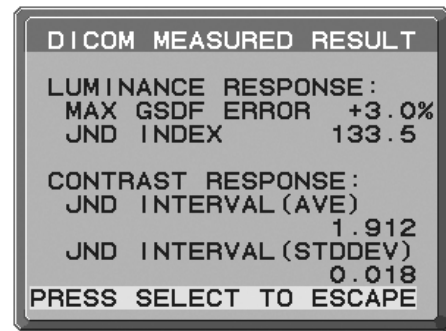

Abbildung 18
5. Wenn die Meldung DICOM MEASURE RESULT (DICOM MESSUNG ERGEBNIS) (**Abbildung 18**) angezeigt wird, drücken Sie SELECT. Drücken Sie EXIT, um den Kalibrierungsmodus zu beenden.